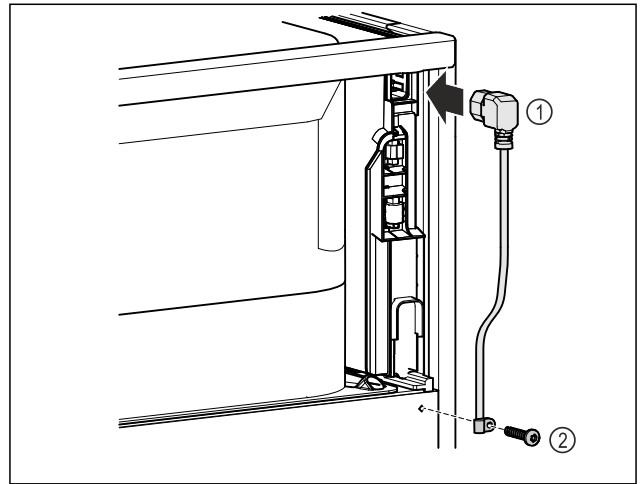

Fig. 9
- ▶ Вставьте разъем сетевого кабеля, предназначенный для устройств, не выделяющих тепла, Fig. 9 (1) с задней стороны устройства.
- ▶ Установите приспособление для разгрузки натяжения кабеля. Fig. 9 (2)